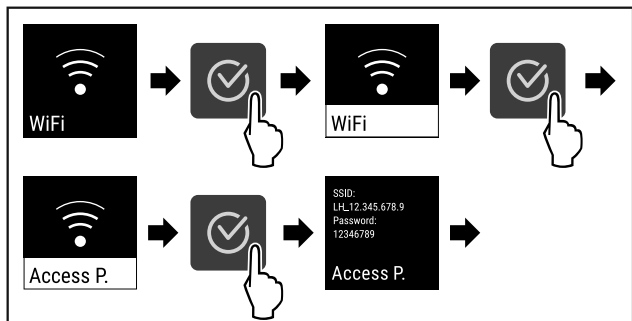

Fig. 85
- ▶ Eseguire i passaggi (vedere Fig. 85).